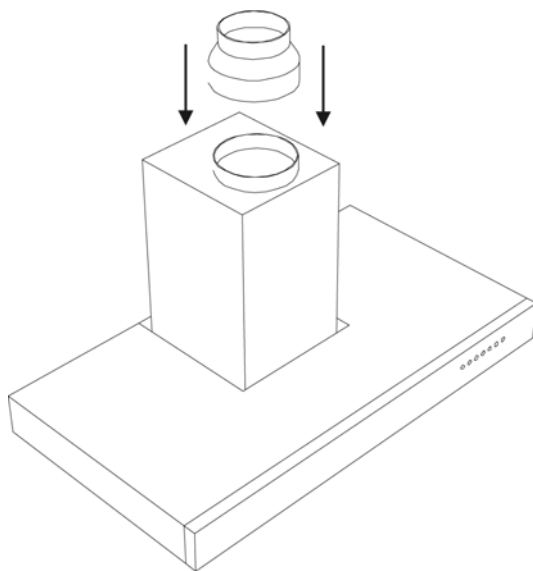

Рис. 8
- ❑ Вставьте переходник для сужения канала в выходное отверстие вытяжки и присоедините к нему вытяжную трубу (рис. 8).